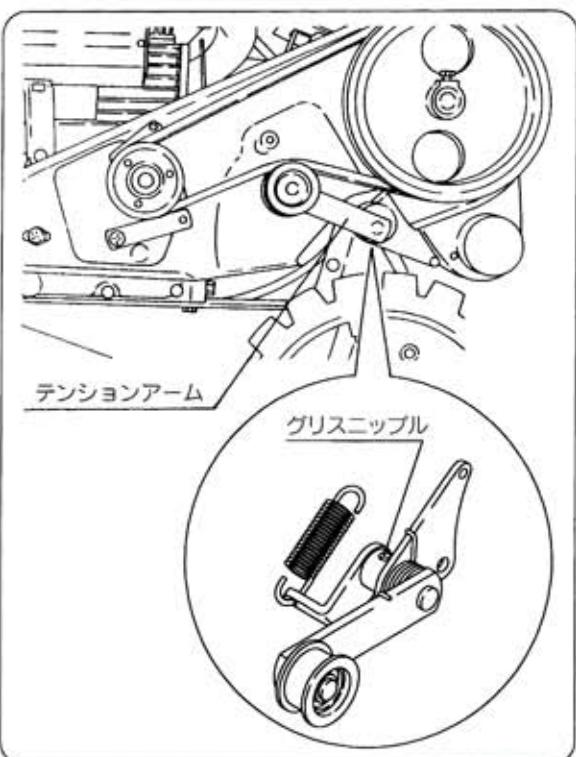

図53
- 本機の主変速レバーとベルトカバーの間にテンションアームの軸受部にグリスニップルがあります。作業後または初めに主クラッチテンションの動きを確認してください。動きが悪い場合は、グリスニップルより、グリスを圧入してください。(図53)